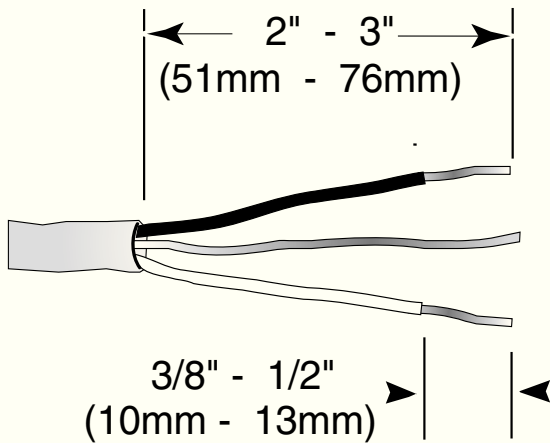

Figura 8
2. Retire entre 2 pulg. y 3 pulg. (51 - 76 mm) del revestimiento externo del cableado de suministro del hogar o del campo, como se muestra en la **Figura 8**. Retire entre 3/8 pulg. y 1/2 pulg. (10 - 13 mm) del aislamiento de cada cable como se muestra en la **Figura 8**.